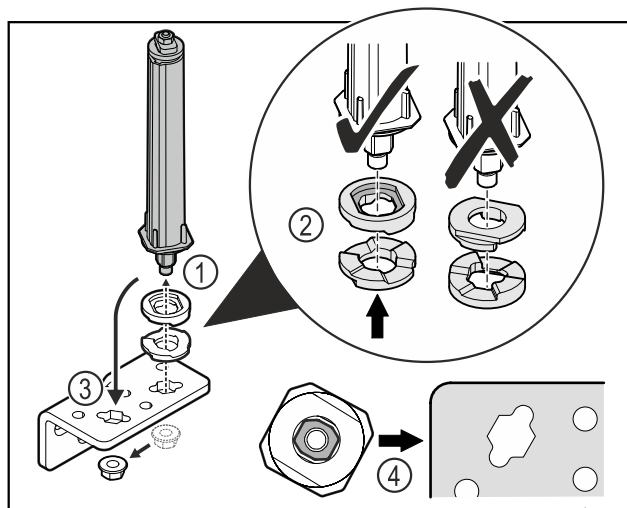

Fig. 38
- ▶ Oldja ki az anyát, és távolítsa el az ajtózáro rendszert Fig. 38 (1).
- ▶ Ügyeljen a magasságállító alátétek helyes beigazítására Fig. 38 (2).
- ▶ Helyezze át az ajtózáro rendszert a zsanéridombban, és rögzítse az anyával Fig. 38 (3).
- ▶ Behelyezéskor ügyeljen az ajtózáro rendszer helyes beigazítására Fig. 38 (4).